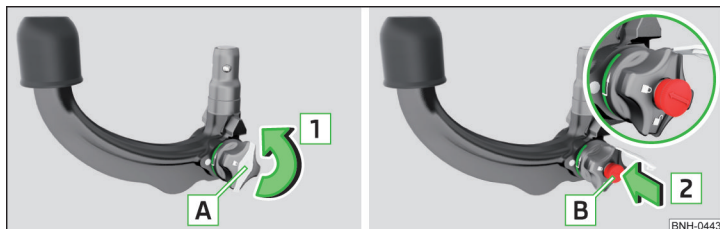

Fig. 136 Detașarea capacului de încuietore/Introducerea cheii în încuietore
- Îndepărtați apărătoarea **A** de pe încuietore, în sensul săgeții **1** » fig. 136.